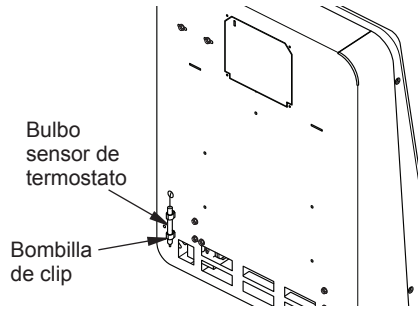

Figura 5 - Mover bulbo sensor de termostato
2. Extraer el bulbo clip del paquete de hardware y la inserta en el agujero cuadrado. A continuación, insertar el bulbo sensor en el sujetador de la bombilla (ver Figura 5).